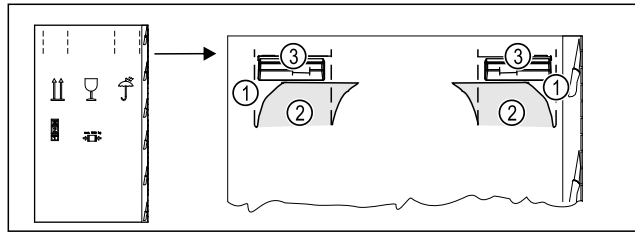

Fig. 4 *
- ▶ Verpackungskarton oben an der Perforierung Fig. 4 (1) eindrücken.*
- ▶ Eingedrückte Laschen Fig. 4 (2) herausziehen.*
- ▶ Tragegriff Fig. 4 (3) rechts und links ist sichtbar.*
- ▶ Gerät an den Tragegriffen Fig. 4 (3) halten.*
- ▶ Eingedrückte Laschen (2) herausziehen.